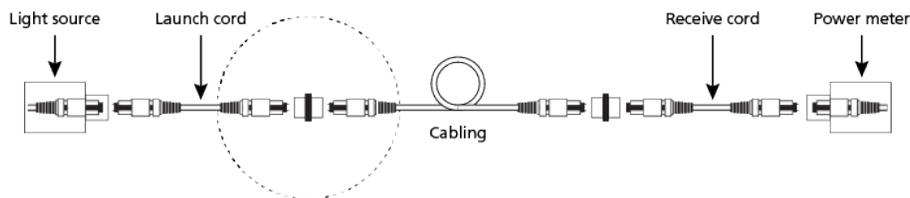

Figura 10. Mida la atenuación del cableado - discordancia
3. Conecte el cable de lanzamiento y de recepción al cableado bajo comprobación (ver la figura 10). Note que ahora existe una discordancia de la conexión con agujas. ¿Qué se puede hacer? La comprobación de una configuración entre cableados con agujas requiere de un cable corto de comprobación adicional (p.ej., un cable adaptador) y un método de referencia ligeramente modificado. REPITA LA COMPROBACIÓN - VUELVA A INICIAR